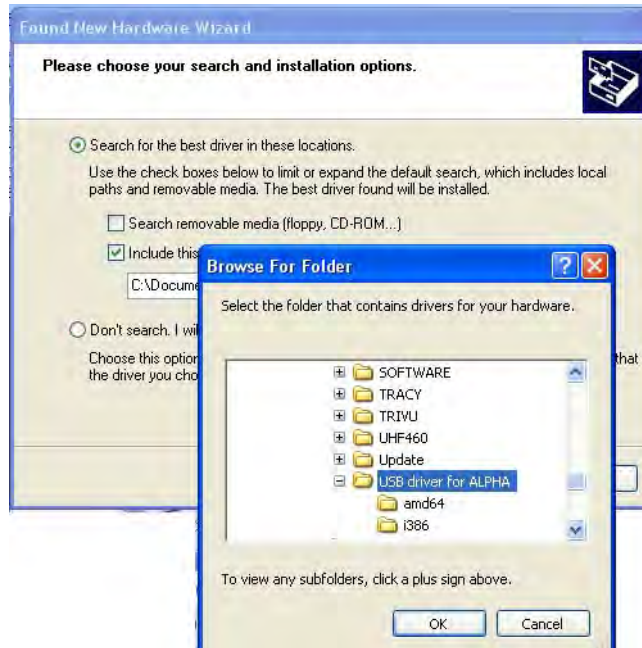

Рисунок 13. Выбор папки с USB драйвером
- Выберите папку с USB драйвером и нажмите *Next* (Рис. 13).